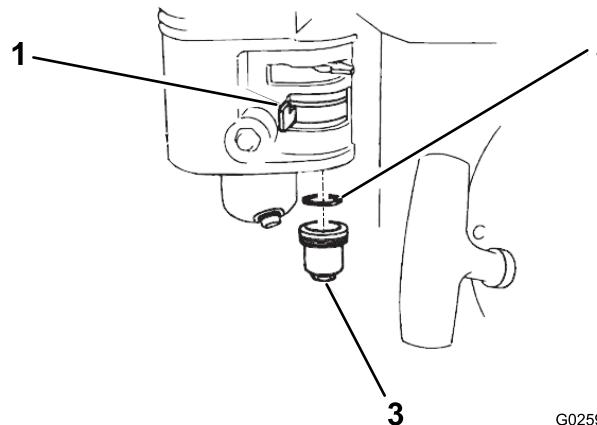

Bild 34
1. Stellen Sie den Kraftstoffhahn in die Aus-Stellung und nehmen dann die Sedimentschale und den O-Ring ab (Bild 34).